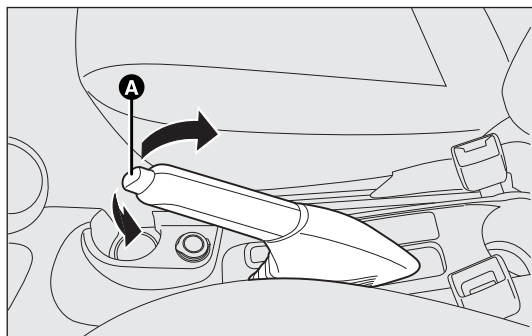

fig. 126
- ☐ levante la palanca ligeramente y pulse el botón de desbloqueo A-fig. 126;
- ☐ mantenga pulsado el botón A y baje la palanca. El testigo (1) del cuadro de instrumentos se apaga.